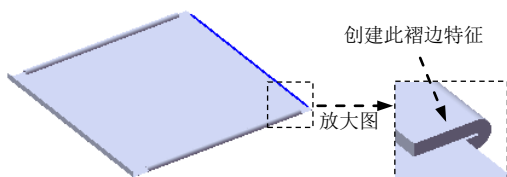
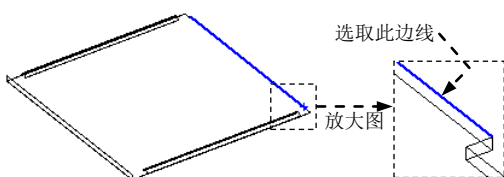

图 17.12.34 创建褶边 3
图 17.12.35 定义特征的边线
Step10. 创建图 17.12.34 所示的褶边 3。
(1) 选择命令。选择下拉菜单 **插入(I)** → **钣金(B)** → **褶边(E)...** 命令，系统弹出“褶边”对话框。
(2) 定义特征的边线。单击 **边线(E)** 区域中的“材料在内”按钮 。选取图 17.12.35 所示的模型边线为生成褶边的边线。
(3) 定义褶边类型和大小。在 **类型和大小(T)** 区域中选择“闭合”选项 。在  文本框中输入角度值 3.0。
(4) 单击  按钮，完成褶边 3 的创作。